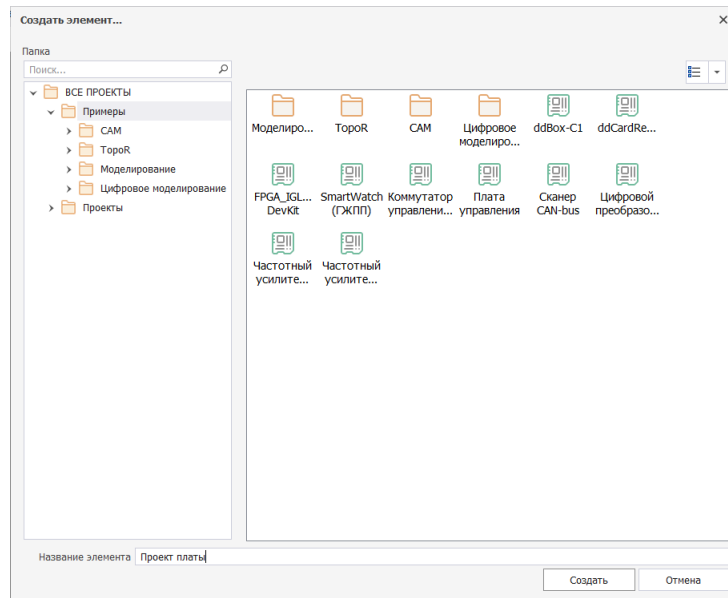

Рис. 21 Выбор директории
4. Выберите папку, в которой будет создан проект, и нажмите «Создать», Рис. 21.